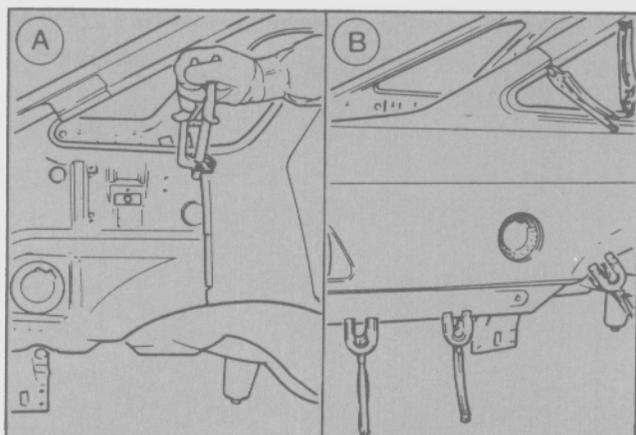

Fig. 32
- Realizar un encastre a lo largo de los bordes cortados del vehículo usando una herramienta de rebordear. (Fig. 32 A).
- Colocar luego la nueva pieza y alinearla con los contornos de los paneles adyacentes (Fig. 32 B). La separación con las piezas adyacentes debe ser uniforme y parecida a la existente en otros componentes similares.